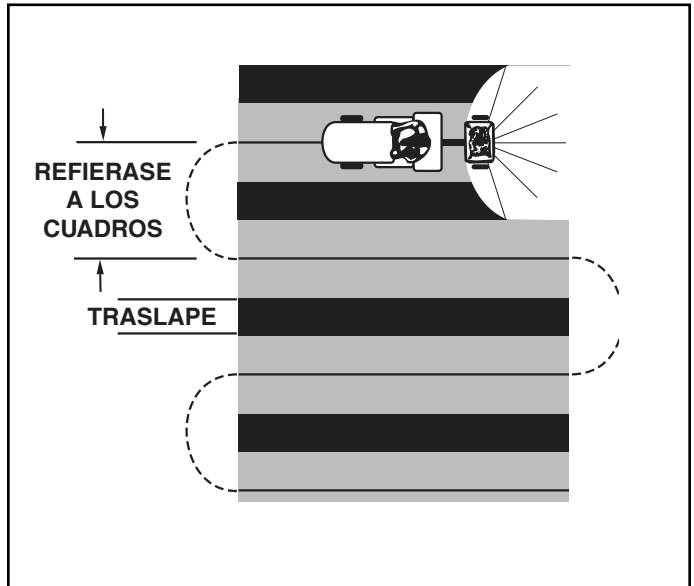

FIGURA 17
10. Para garantizar un cubrimiento uniforme, realice cada pasada superponiendo ligeramente el patrón de lanzado de la pasada anterior, según se muestra en la figura 17. Los anchos aproximados de lanzado para los diferentes materiales, se muestran en el cuadro de aplicación en esta página.